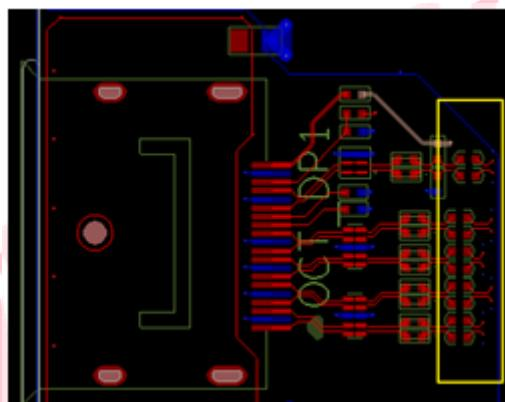

图 2.27 ESD 器件和耦合电容布局参考
- DisplayPort 信号 $100nF$ 耦合电容尽量靠近 DisplayPort 座并对称放置，具体如图 2.27 所示。